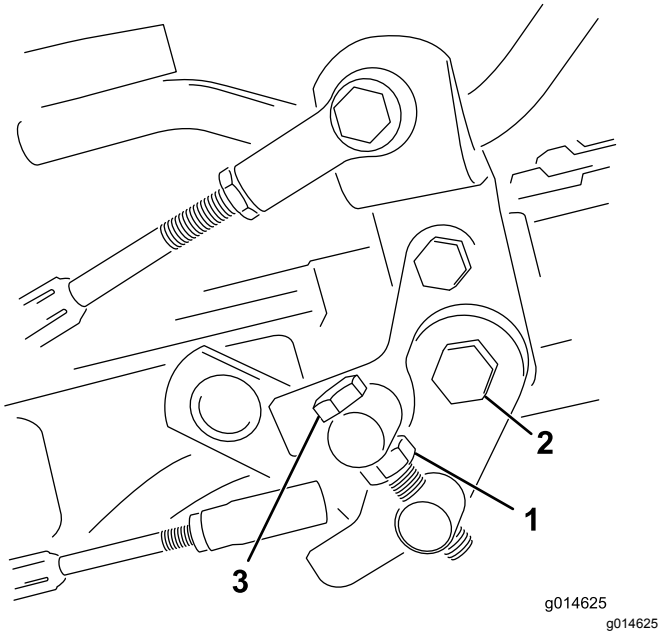

Figura 42
1. Afloje la contratuerca del tornillo de caperuza del muñón (Figura 42).
4. Apriete la contratuerca del perno del muñón y la tuerca de la articulación del pedal para bloquear el ajuste (Figura 42). Compruebe el funcionamiento, y vuelva a ajustar si es necesario.